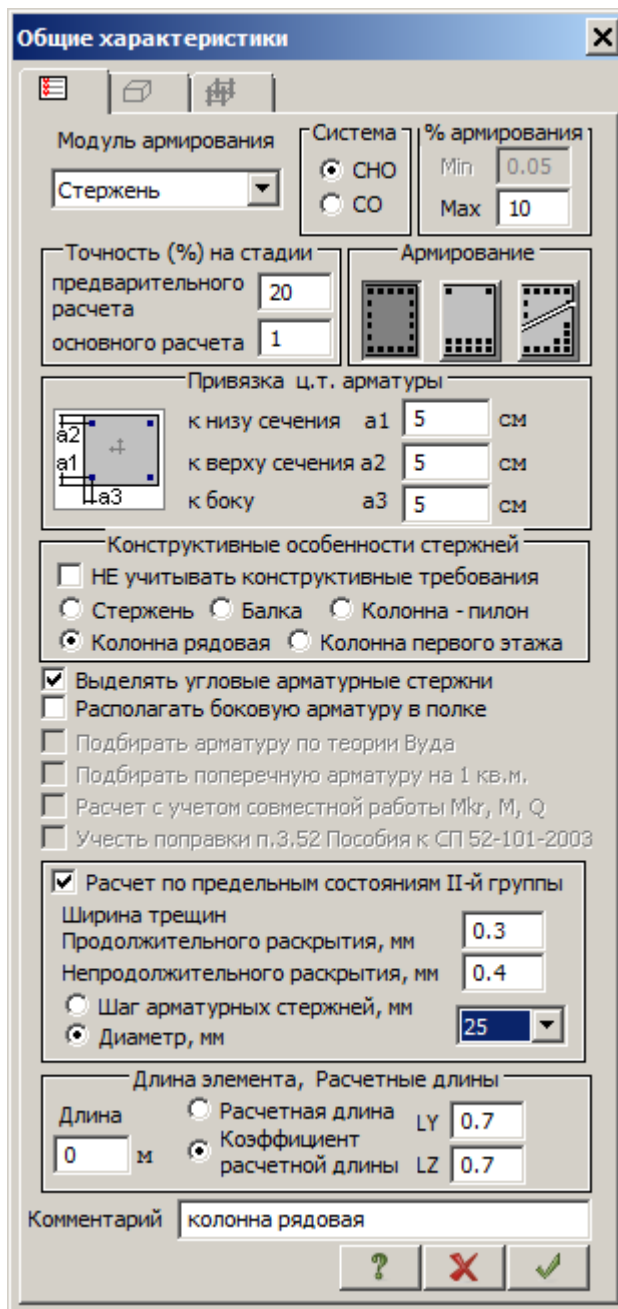

Рис.23.33. Диалоговое окно **Общие характеристики**
- На экран выводится диалоговое окно **Общие характеристики** (рис.23.33), в котором задайте следующие параметры для колонн: